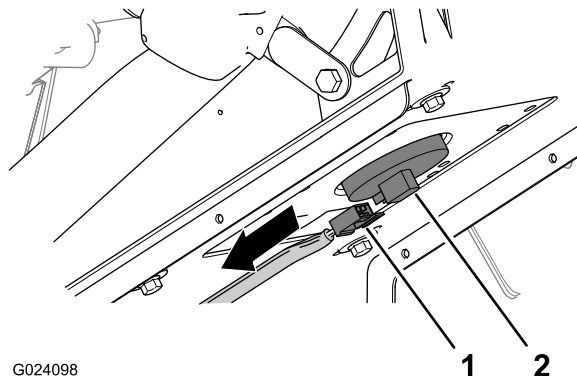

Figura 3
1. Retire o conector de duas tomadas da cablagem da máquina que liga ao conector do interruptor do banco (Figura 3).